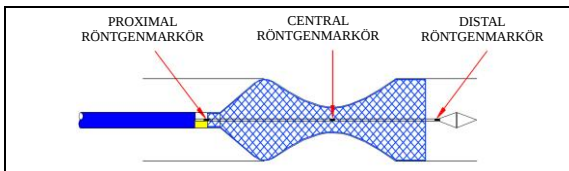

Figur 4
- När den centrala röntgenmarkören når mitten av målförträngningen fortsätter du att dra tillbaka kopplingen tills stenten är helt placerad. (Se figur 4, 5)
- d) När den centrala röntgenmarkören når mitten av målförträngningen, fortsätt framåt mot kopplingen tills stenten är helt placerad. (Se figur 4, 6)